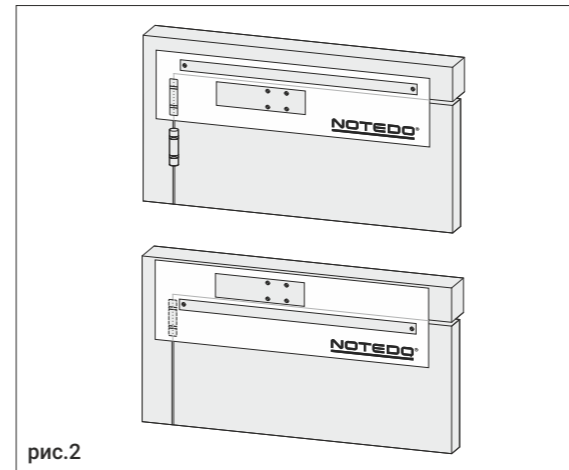

рис.2
3. Сделайте разметку по шаблону согласно выбранному варианту установки. Проверьте размеры рулеткой на соответствие указанным в настоящей инструкции, рис.2.